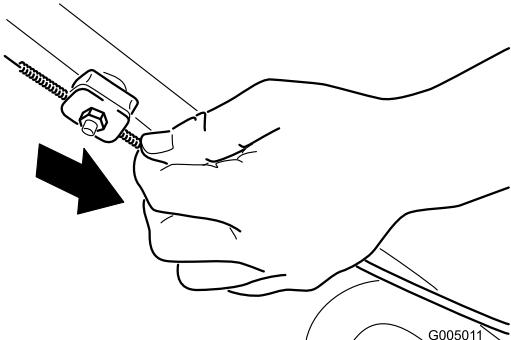

Figura 41
- Tire hacia abajo de la cubierta del cable (hacia el cortacésped) hasta eliminar la holgura en el cable (Figura 41).